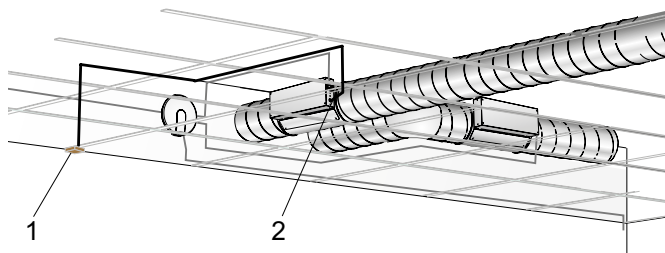

Figure 3. Installation du câble d'extension pour TUNE Adapt.
- LINK Tune Adapt, câble d'extension pour TUNE Adapt, voir figure 3.